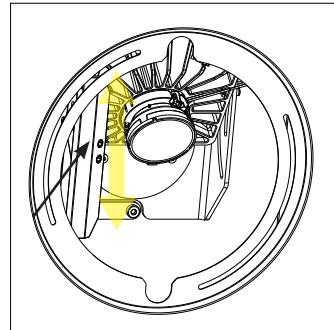

Fig. 20 (inclinar)
- d. Con la herramienta hexagonal de 4 mm, utilice el control de inclinación para apuntar el emisor (consulte la Fig. 20).